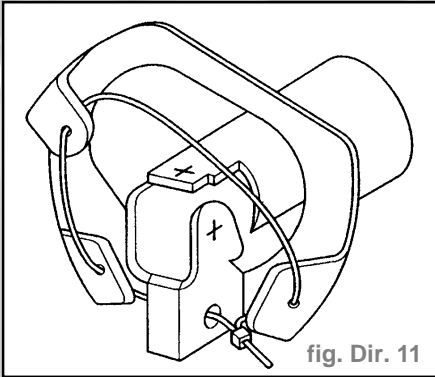

fig. Dir. 11
- Engager le soufflet sur le tablier, en ayant au préalable relié les oreilles et la chape rabattable à l'aide d'une ficelle (fig. Dir. 11).